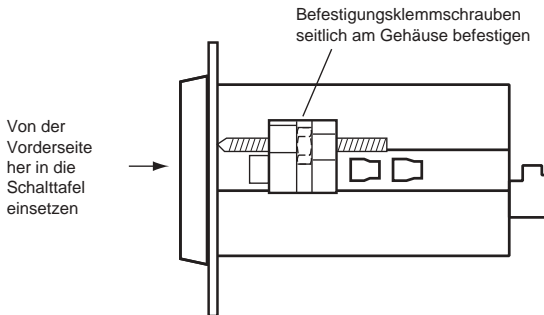

Bild 2.2 Befestigung der Schalttafelklemmen
- Befestigen Sie die beiden Schalttafelklemmschrauben seitlich gegenüberliegend am Gerät und ziehen Sie sie an, bis das Anzeigegerät sicher, wie in Bild 2.2 dargestellt, in der Schalttafel sitzt.